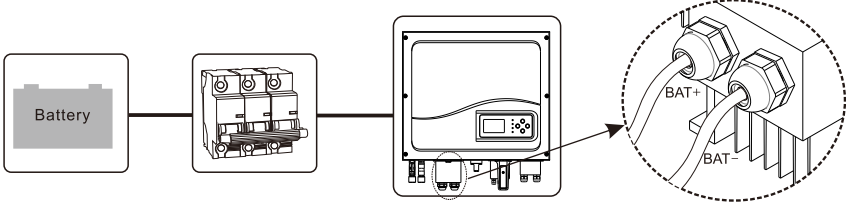

Figure 5-25
(1) Deconectati intrerupatorul dintre invertor si baterie.
(2) Verificati polaritatea invertorului si a bateriei.
(3) Comprimati capul terminalului cu un instrument profesional.
(4) Strangeti cablul de borna de intrare a bateriei invertorului.
(5) Daca invertorul este conectat la o baterie cu plumb acid, trebuie sa conectati un BTS la invertor, la terminalul CN8 in portul COM. (Figure 5-25)